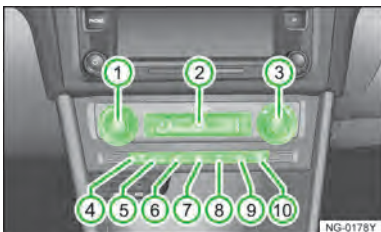

图 121
- 转动温度调节旋钮 **1** ▶ 图 121，即可设定整车温度。
- 1** 在制冷装置关闭的情况下，不会对吸入的车外空气除湿。为了避免挡风玻璃上产生水雾，建议把制冷装置打开。方法是按压制冷按钮 A/C **8** ▶ 图 121。显示屏 **2** ▶ 图 121 上显示相应的图标。
- 按压空气内循环按钮 [6] 图 121，见第 73 页，即可打开空气内循环模式。在显示器中显示相应图标。
➤ 开启空调旋钮 [3] 图 121，见第 73 页。
➤ 调节左侧温度旋钮 图 121，见第 73 页至 Lo，调节至外循环模式。等待 10 秒左右，关闭鼓风机。